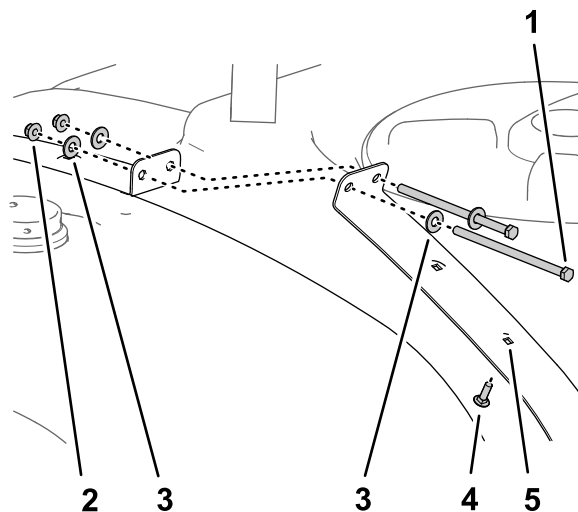

Figura 28
1. Îndepărtezi cele 2 uruburi ($\frac{3}{8} \times 7''$), 4 aibe ($\frac{3}{8}''$) și 2 contrapiulie ($\frac{3}{8}''$) care fixează jumătățile frontale ale chingilor rezervorului de pulverizare (Figura 28).
2. Introduci urubul de fixare ($\frac{5}{16} \times 1''$) în a doua gaură din jumătatea de chingă, așa cum se arată în Figura 28.
3. Montezi cele 2 jumătăți de chingă din față cu cele 2 uruburi, 4 aibe și 2 contrapiulie pe care le-ai îndepărtat la pasul 1 și strângi uruburile și piuliile cu mâna (Figura 28).